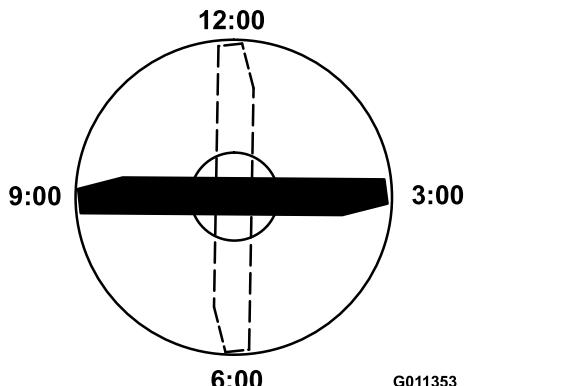

Рисунок 83
- Установите режущую кромку отмеченного конца ножа в положение «12 часов» (строго прямо по направлению скашивания) (Рисунок 83) и измерьте высоту от стола до режущей кромки ножа.
5. Поверните отмеченный конец ножа в положения «3 и 9 часов» (Рисунок 83) и измерьте значения высоты.